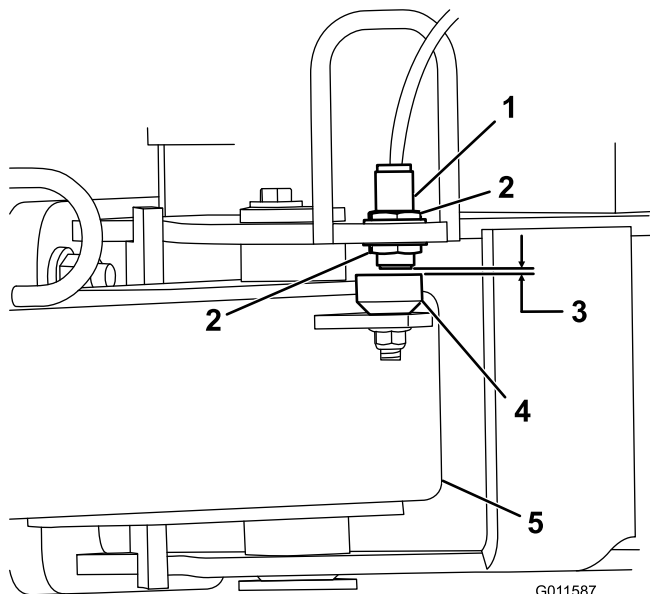

図 4
5. 近接スイッチをフレームに固定しているジャム・ナットをゆるめ、スイッチを下げて、ヒッチ・トングの検知プレートとスイッチとの距離が  $3.3 \pm 0.7$  mm となるように調整する (図 4)。ジャム・ナットを締めて調整を固定する。